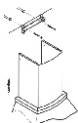

рис. 7
- сделайте отметку по верхнему краю фальштрубы и проведите горизонтальную линию рис. 7 (фальштрубу опустите внутрь вытяжки);
- приложите кронштейн к стене, как показано на (рис. 7). Осевая линия кронштейна должна совпадать с